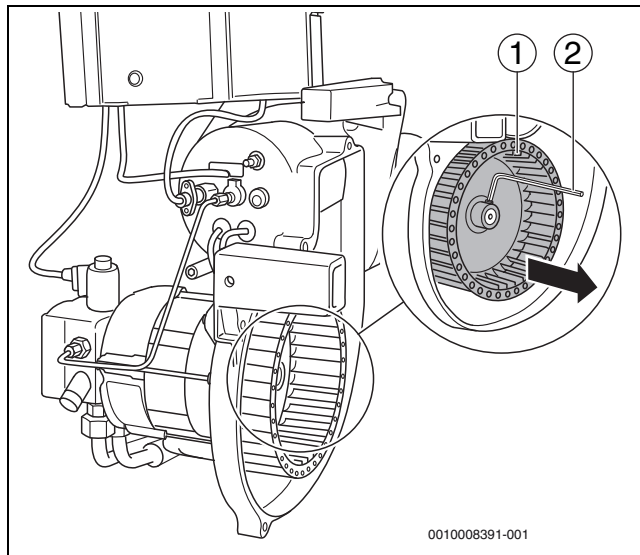

Fig. 34 Controllo visivo della ventola del ventilatore ed eventualmente pulirla
- Allentare la ventola del ventilatore (→ fig. 34, [1]) con una brugola (→ fig. 34, [2]) e toglierla dall'albero.
- Rimontare la ventola (→ fig. 34, [1]).